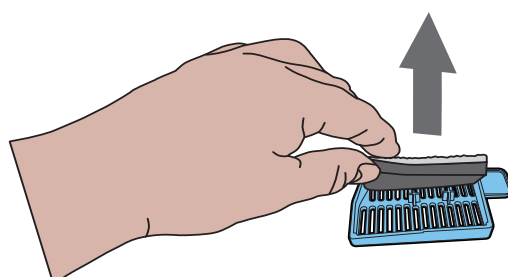

Fig.18
7. Plaats het filteraggregaat terug en zorg ervoor dat het zwarte filter contact houdt met de plastic houder. (Zie Afb.18)